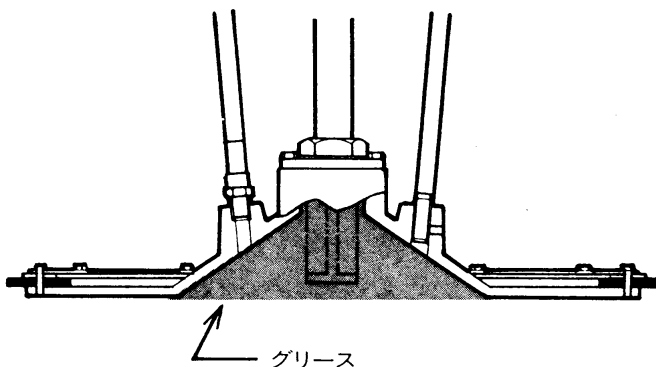

Fig.5
- 7) Fig.5の様にインダクタープレートの内側にグリースが入った状態までエア抜きすることにより、以後エアが混入することがなくなります。